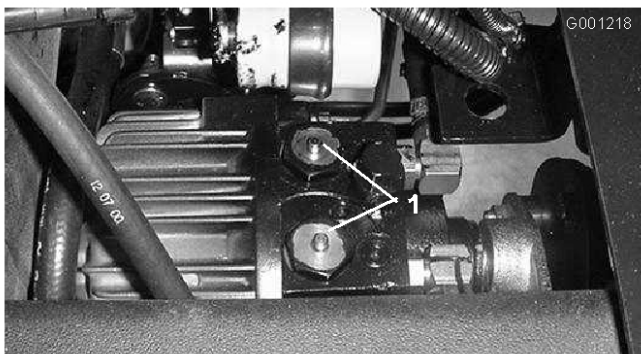

Bild 32
2. Beim Schieben oder Abschleppen der Maschine müssen die Stifte, die sich in der Mitte der zwei Sperrventile befinden, eingedrückt sein (Bild 32). In Bild 32 sind der Sitz und die Sitzbefestigungsplatte abgenommen.